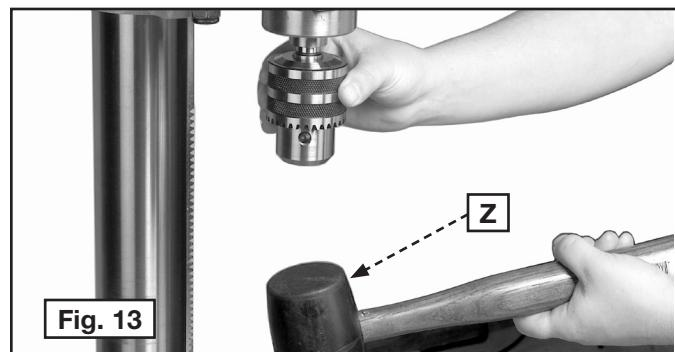

Fig. 12
IMPORTANT : s'assurer que le cône de broche (X), fig. 12, et le trou conique du mandrin (Y) sont propres et exempts de graisse, laque ou revêtement antirouille.